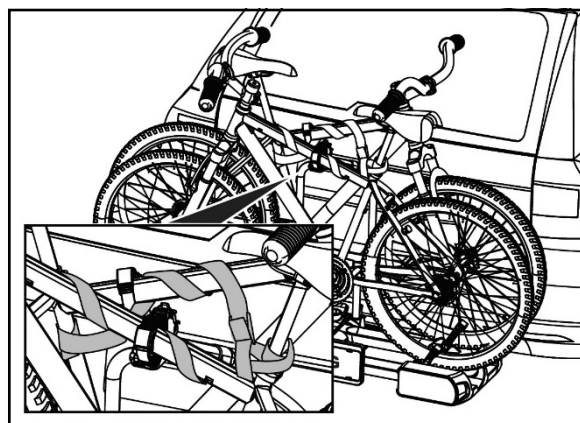

Figure 25: Mise en place de la sangle de sécurité
- Avant chaque déplacement, vérifiez que la sangle soit correctement positionnée autour des vélos et de l'étrier en U du porte-vélos (Fig. 25).